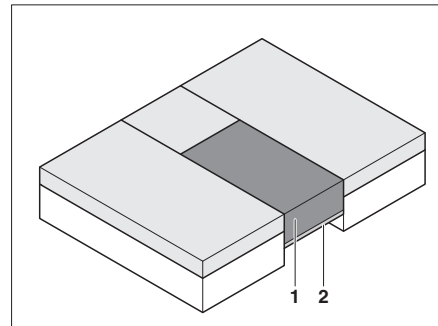

Fig. 76 Después de la transformación
- Poner el cojín adicional (Fig. 76,1) sobre el somier extraído (Fig. 76,2).
Para colocar el cojín adicional (Fig. 76,1) a la misma altura que los otros cojines, se debe presionar hacia dentro firmemente.
- ▷ Colocar el cojín adicional (Fig. 76,1) y sentarse en él.